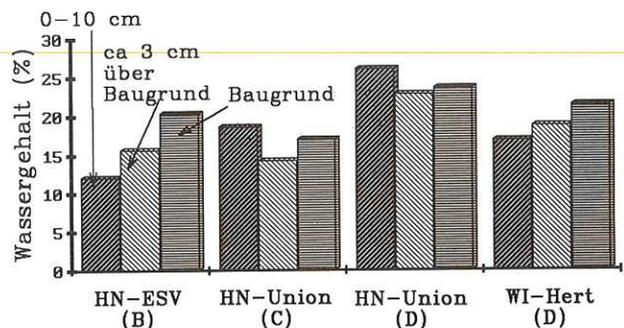

Abb. 8: Vertikale Feuchtigkeitsverteilung bei den bodennahen Bauweisen B-D. Maßgeblich ist die qualitative Aussage des Diagramms
das Überschußwasser in der Rasentragschicht bis zum nächsten Entwässerungsschlitz und, wie oben erwähnt, über die Sauger und Sammler in die Vorflut. Auch hier ist bei Trockenheit eine Wasserreserve vorhanden und ein kapillarer Wasseraufstieg gegeben. Jedoch wurde eine gewisse Abnahme der Feuchtigkeit im verbesserten Baugrund, im Gegensatz zur Bauweise B, festgestellt. Die Feuchtigkeitsverteilung ist in Abbildung 8 am Beispiel HN-Union (C) abzulesen. Die Beispiele HN-Union (D) und WI-Hert (D) zeigen die Feuchtigkeitsverteilung auf Plätzen ohne Bausystem. Auch hier ist der Nährstoffaustrag wesentlich geringer als bei der Drainschichtbauweise.